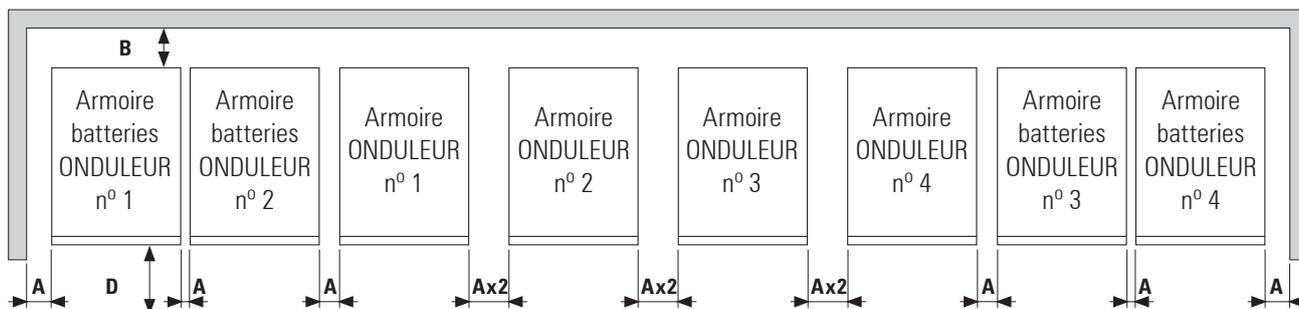

Fig. 31. Dimensions minimales périphériques pour la ventilation d'un système.
- Dans la Fig. 31 on représente un exemple de 4 équipements en parallèle avec son armoire de batteries. Pour des systèmes avec moins d'unités, agir conséquemment selon le cas.